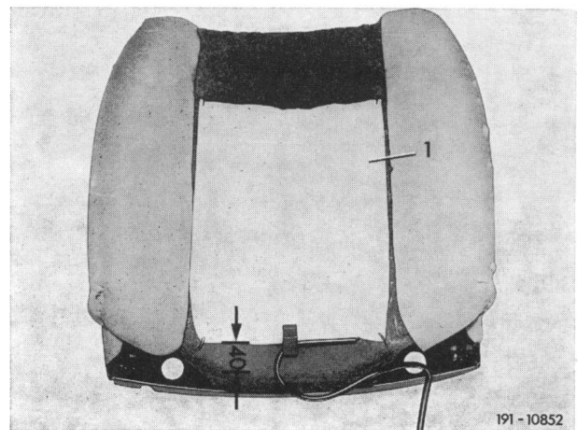

Bild 2
- 10 Heizkissen (1) an den Ecken nach Bild 2 an den Gummihaarauflagen der Lehnen anheften.